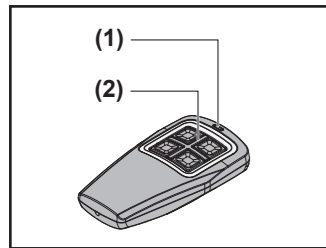
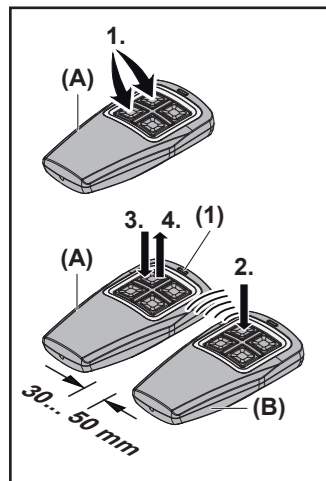

Fig. 1
Fig. 3
3 Beschrijving van het toestel (fig. 1)
5.2 De handzender gebruiken (fig. 1)
- ▶ Druk de toets (2) op de handzender in. De aan de toets gekoppelde functie (bijv. deur open / dicht) wordt uitgevoerd.
5.3 Een toetsfunctie kopiëren (fig. 3)
(Handzenderoverzicht, zie fig.1)